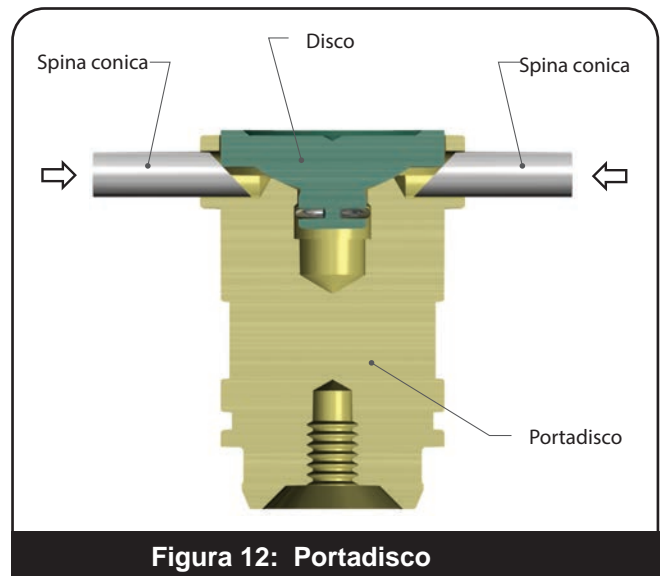

Figura 12: Portadisco
- ii. Iniziare ad inserire speciali perni di deviazione nei fori del portadisco (Figura 12) con la parte conica dei perni che opera contro la parte superiore del disco, come indicato. Vedere la Figura 64 e la Tabella 17 nella sezione Strumenti e forniture per la manutenzione (Sezione XXII.D) per le dimensioni dei perni di deviazione.